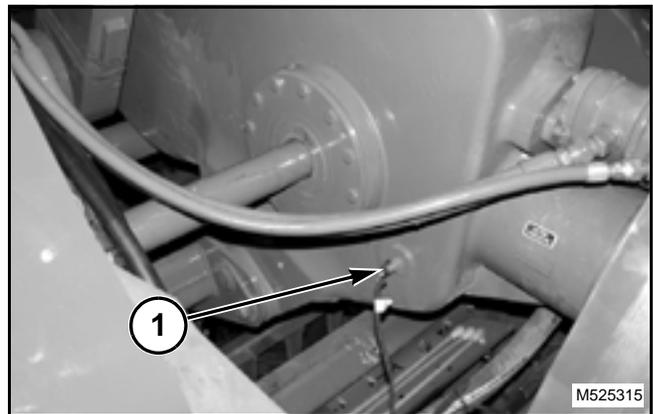

FIG. 28
FIG. 28: El emisor de temperatura de la caja de engranajes (1) está situado cerca de la parte inferior de la caja de engranajes. Se envía una señal al SBC que indica la temperatura del lubricante de la caja de engranajes. Se activará una alarma audible y visual si la temperatura aumenta en exceso.